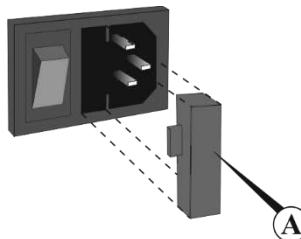

Рисунок 3. Замена предохранителя
- 8.4. **Замена предохранителя.** Отсоедините прибор от сети, извлеките сетевой кабель из разъема на задней панели прибора. Откройте держатель предохранителя (рис. 3/A), выдвинув его. Проверьте предохранитель и при необходимости замените: тип предохранителя M 3.15 A (тип **M** – вид предохранителя).